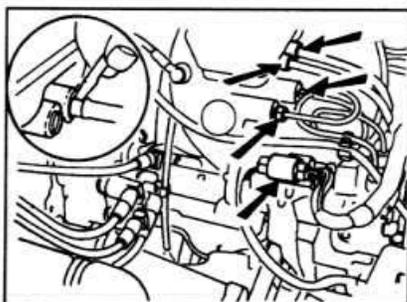

Рис. 9.65. Места подсоединения тормозных трубок к гидравлическому блоку и электрических разъемов.
- Снимите отрицательную клемму с аккумулятора. Снимите электрические разъемы с датчика уровня тормозной жидкости в крышке бачка с тормозной жидкостью и гидравлических линиях гидроблока. Откачайте тормозную жидкость из бачка. Промаркируйте тормозные трубки и отсоедините их от главного тормозного цилиндра. Закройте трубки пробками (см. рис. 9.65).